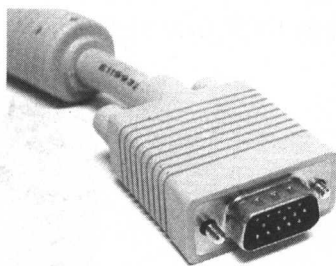

图 1-3 模拟显示器信号接口
(2) 模拟信号显示器: 是目前彩色显示器的主流产品之一。显示器的视频输入信号是模拟信号, 其视频输入信号只有三个, 模拟信号的显示器从理论上讲可以显示无穷多的色彩, 如图 1-3 所示为模拟显示器信号接口。